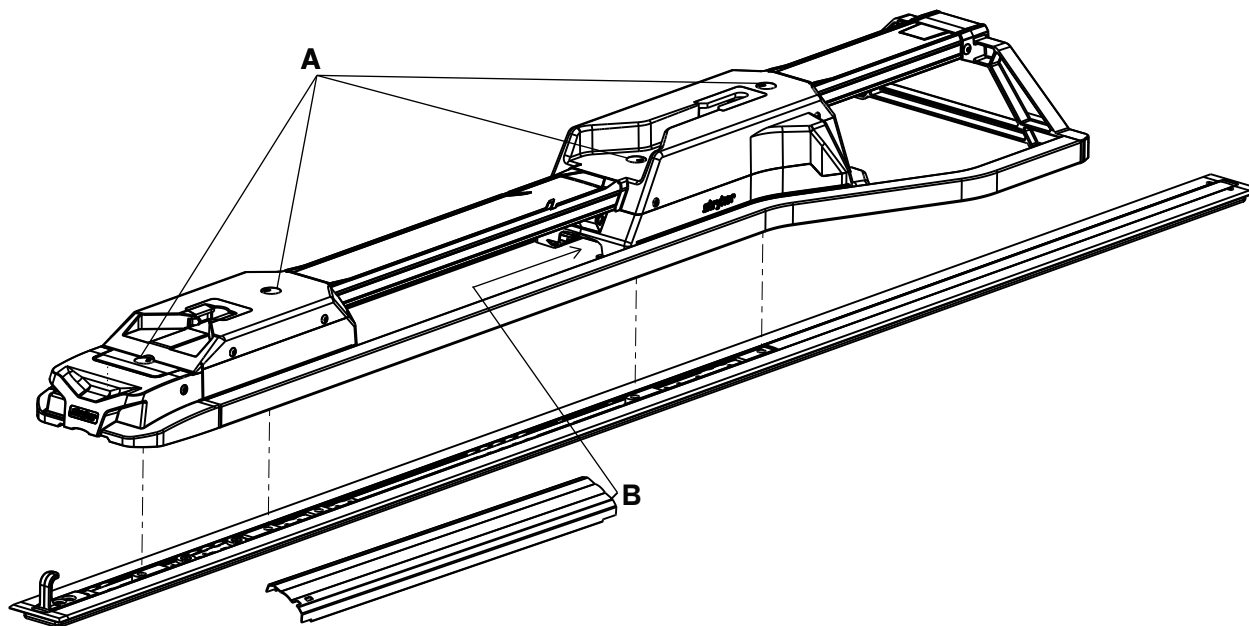

Figura 8 – Atașarea dispozitivului de fixare
12. Deplasați capacele rotative (A) o jumătate de rotație pentru a avea acces la șuruburile atașate ale plăcii de podea care se află sub capace (Figura 8).
14. Folosind o cheie hexagonală de 3/8", instalați celelalte șuruburi atașate ale plăcii de podea (A) în cele două cramioane (Figura 8).
17. Introduceți partea necrestată a ansamblului capacului central (6392-001-011) (B) în orificiul din carcasa capătului pentru cap (Figura 8).
- _____ Folosind o cheie dinamometrică, verificați din nou ca toate cele patru bolțuri atașate ale plăcii de podea (A) sunt strânse la 81 ± 14 Nm. (Figura 8).